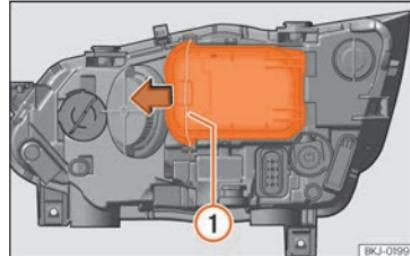

Fig. 52 En el vano motor: retirar la tapa.
- Desplace el tirante **» fig. 52 1** en el sentido de la flecha y saque la tapa.